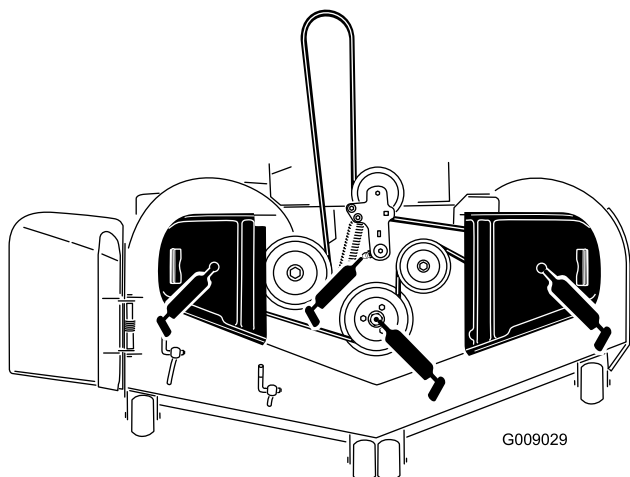

Figura 41
3. Engrase el pivote de la polea tensora de la carcasa del cortacésped hasta que salga grasa por el extremo inferior (Figura 41).
4. Engrase los puntos de engrase de los laterales de los 3 ejes hasta que salga grasa del extremo inferior (Figura 41).
5. Engrase el brazo tensor de la correa de transmisión (Figura 41).